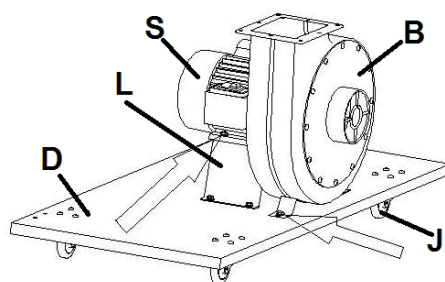

Рис. 4
- Встановіть опору двигуна, корпус крильчатки і вузол двигуна/вентилятора на основу, закріпивши їх за допомогою гвинтів, що постачаються, і шайб, як показано на Рис. 4.